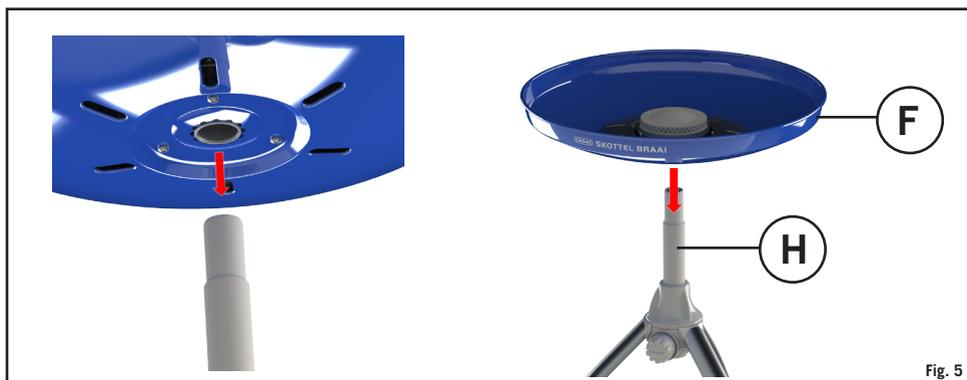

Fig. 5
- Sæt brennerfatet (F) på stammen (H), og sørg for at det sitter korrekt (fig. 5).